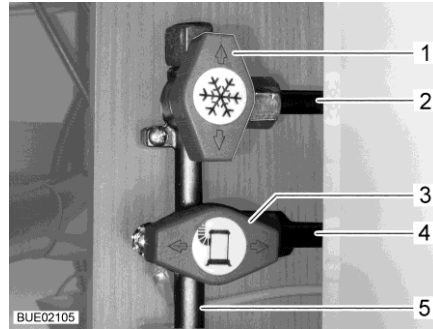

Bild 171 Läge Gasavstängningsventiler (exempel)
- Ställ gasavstängningsventilen för respektive gasapparat parallellt (Bild 171,3) med den ledning (Bild 171,4) som går till gasapparaten.
- Ställ gasavstängningsventilen för respektive gasapparat tvärs (Bild 171,1) mot den ledning (Bild 171,2) som går till gasapparaten.